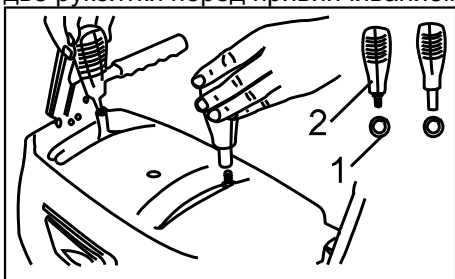

Рис.22
5. Установка рычага переключения скоростей и регулировочного рычага щитка разгрузочного желоба (2). Установить две шайбы (1) на две рукоятки перед привинчиванием рукояток (Рис.22).